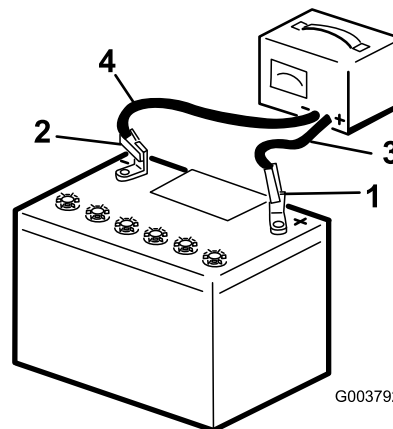

Figure 38
3. Chargez la batterie pendant 10 à 15 minutes entre 25 et 30 A, ou pendant 30 minutes entre 4 et 6 A (Figure 38). Ne chargez pas la batterie excessivement.
- Quand la batterie est chargée au maximum, débranchez le chargeur de la prise, puis débranchez les fils du chargeur des bornes de la batterie (Figure 38).